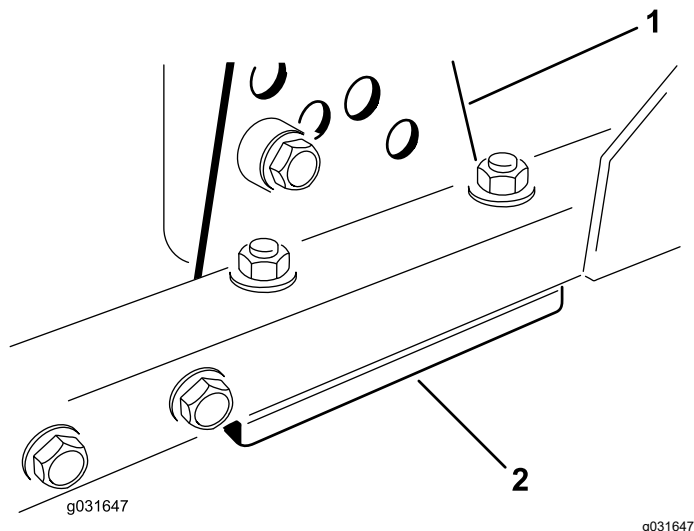

Figura 72
1. Retire el soporte de altura de corte (delantero, izquierdo o derecho) del bastidor de la unidad de corte (Figura 72).
2. Coloque suplementos de 1,5 mm y/o 0,7 mm entre el bastidor de la unidad de corte y el soporte hasta lograr la altura de corte deseada (Figura 72).
3. Instale el soporte de altura de corte en el bastidor de la unidad de corte con los suplementos restantes colocados debajo del soporte de altura de corte (Figura 72).